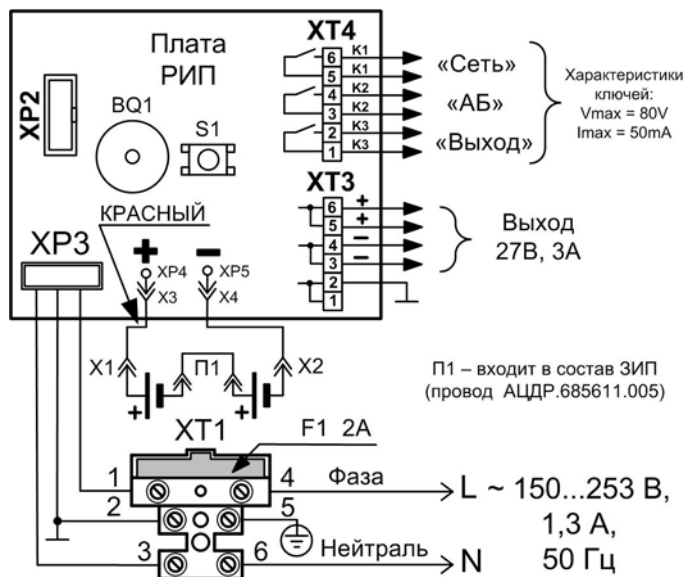

Рис. 2
ВНИМАНИЕ! При подключении внешнего питающего напряжения 220 В к сетевой колодке ХТ1 необходимо соблюдать правильность подключения проводов «фаза» и «нейтраль». Подключение производить в соответствии с Рис. 2. Схема подключения также расположена на внутренней стороне корпуса РИП.
3.2.4 Согласно схеме соединений (рис. 2):
- б) изъять из колодки вставку F1 (2 А), подключить сетевые провода к входной колодке (фаза (L) должна быть подключена к ХТ1:4, см. рис. 2);